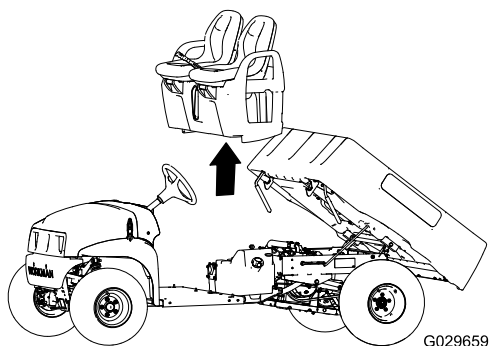

図 48
1. 座席と座席ベースを機体上に降ろしてブレーキケーブルをシャーシに沿って配置する 図 47 と 図 48。
2. 座席ベースについている穴を、フロアプレートの穴と後キャブチャネルの穴に合わせる 図 47 と 図 48。